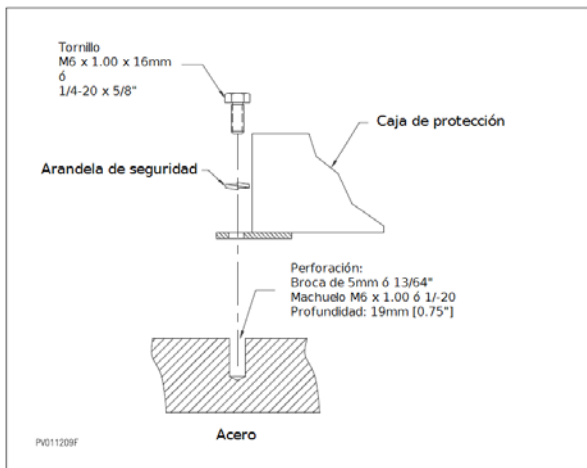

Figura 50: Fijación de la caja de protección sobre acero.
1. Perfore y haga rosca dentro de la estructura de acuerdo a la Figura 50: "Fijación de la caja de protección sobre acero".